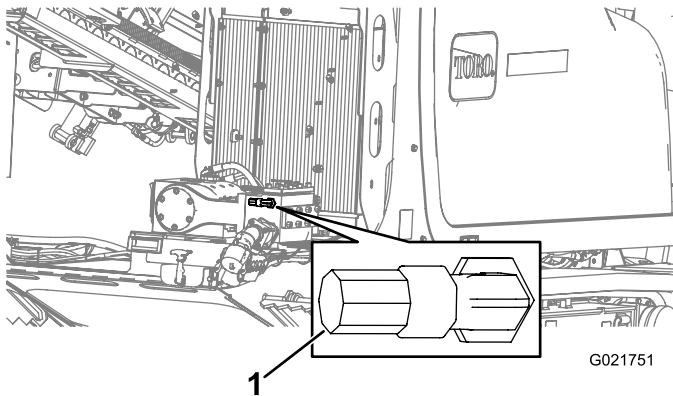

Bild 157
5. Verbinden Sie den Sprühschlauch mit dem Anschluss (Bild 157).